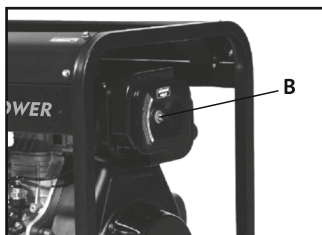

Рис. 6
- Отвинтить винт крышки воздушного фильтра (рис.6,**B**).